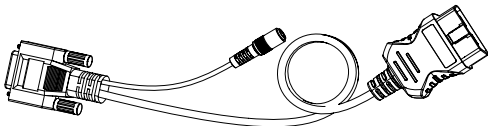

Abbildung 2.1.4
9. Diagnosekabel mit DB15-Buchse & 16-poligem OBD-II-Stecker. (Siehe Abbildung 2.1.4)